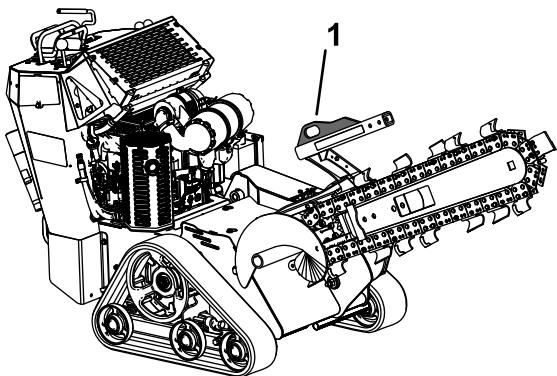
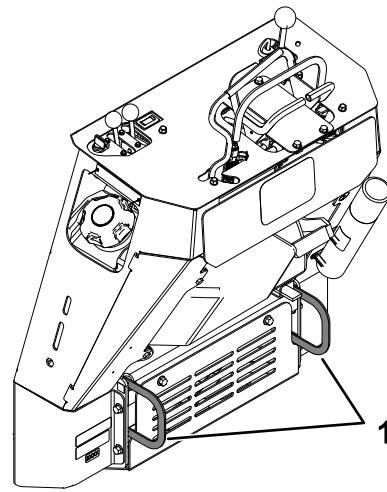

図 20
図 21
- マシンの前後にあるロープ掛けポイントを利用して、ロープやチェーンなど適切なものでトレーラに機体を固定する 図 20 と 図 21。ロープ掛けや積荷固定についてはそれぞれの地域の法令などを順守してください。
ロープ掛けポイントを吊り上げポイントとして利用することができます 図 20 と 図 21。